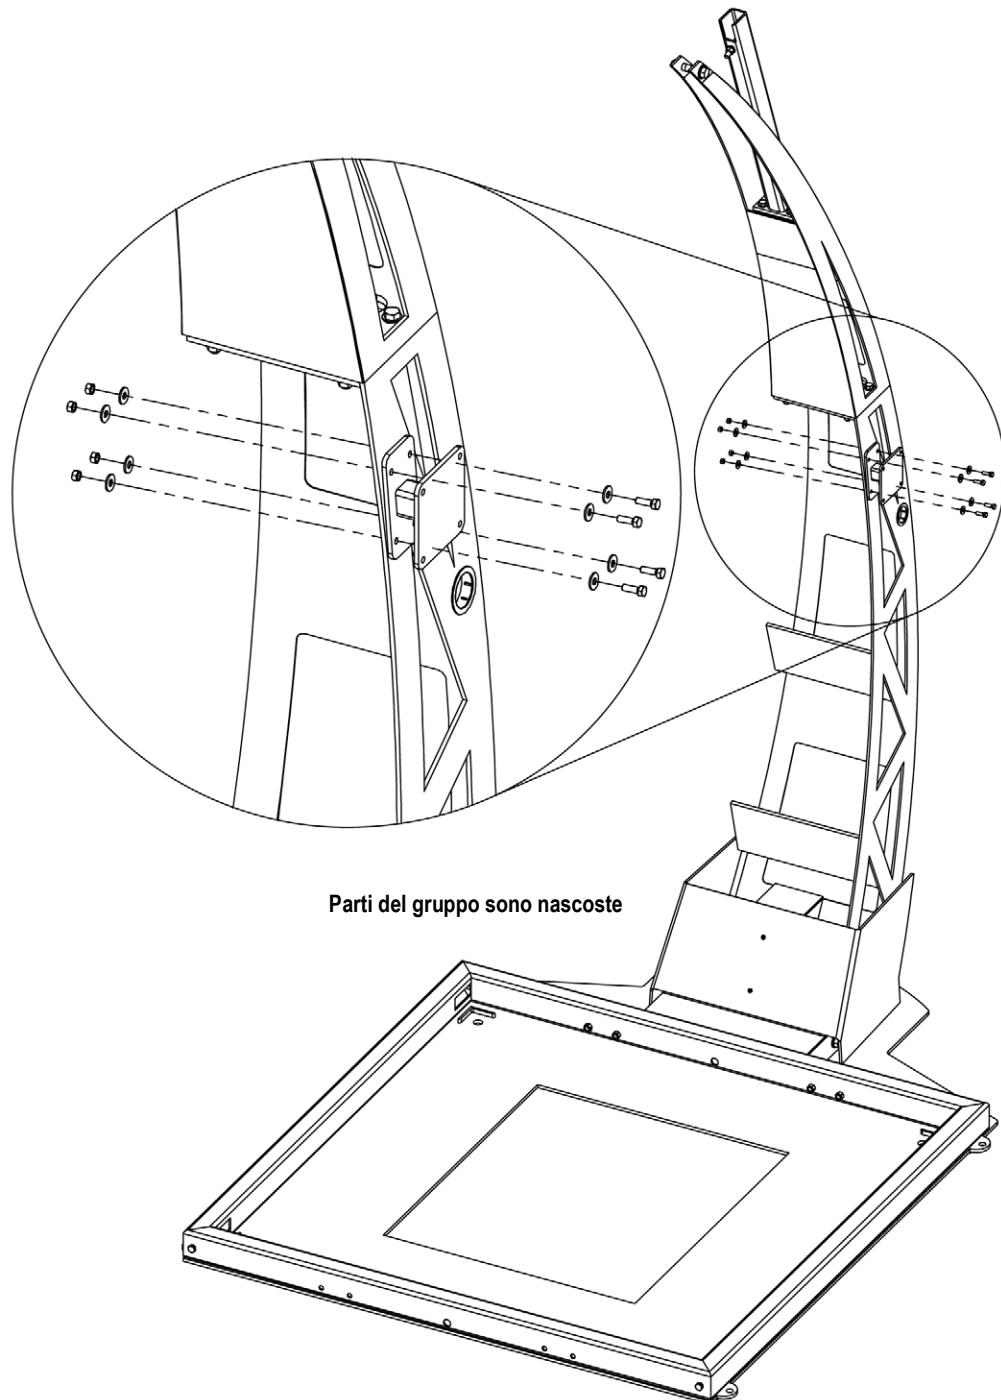

Figura 3-12. Staffa di montaggio del terminale
**NOTA:** il supporto per terminale può essere installato su entrambi i lati del gruppo torre inferiore. Se il supporto del terminale è installato sul lato opposto rispetto al gruppo mostrato in Figura 3-12, è necessario ruotarlo di 180°.